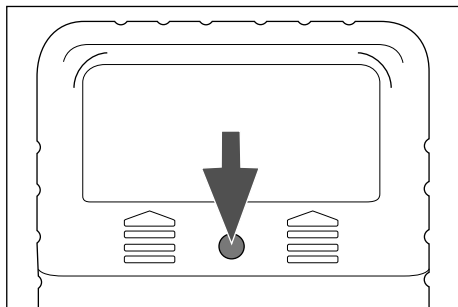

Fig. 1
- 1) Desaperte o parafuso superior na parte traseira do aparelho, utilizando a chave de parafusos fornecida **7** (ver fig. 1). Retire a tampa do compartimento da pilha, deslocando-a para cima.